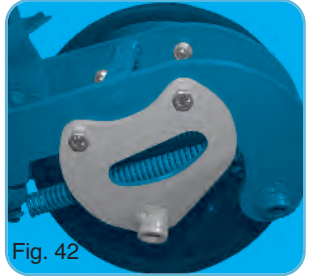

Fig. 42
- Short back wheel holder unit (fig. 42).
- Bloc anti-deversare (fig. 42).
- Zespół chroniący przed 'zachodzeniem' sekcji (fig. 42).
- Елемент за задържане на задните кола (fig. 42).